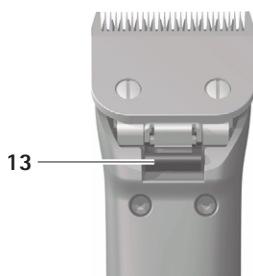

Fig. 4
- Apăsăți elementul de închidere a capului de tuns **14**, vezi Fig. 4.